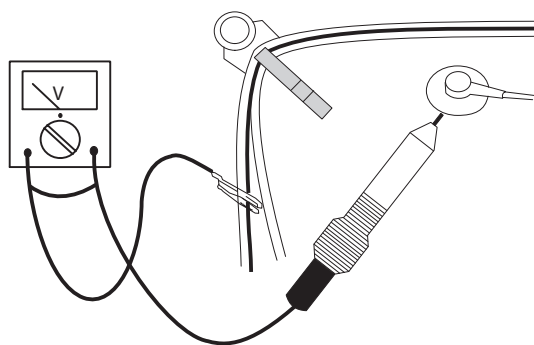

fig. 1
2. Para prevenir dano aos IC's e transistores, devem ser evitadas faíscas de alta tensão. Para prevenir dano ao tubo de imagem, utilize o método mostrado na Fig.1 para descarregá-lo.